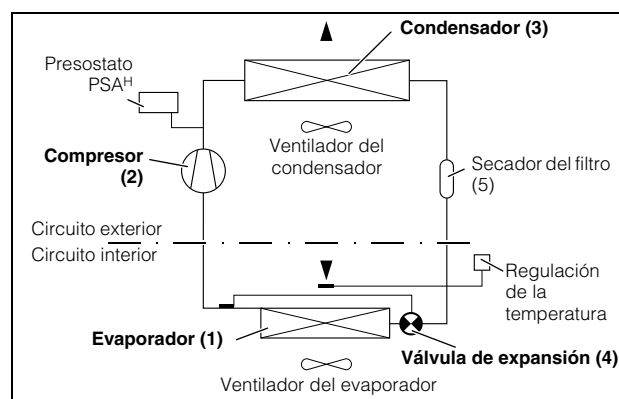

Imagen 2: Circuito de refrigeración
El refrigerador (instalación frigorífica de compresión) consta de cuatro componentes básicos (ver imagen 2): Evaporador (1), compresor del medio refri-